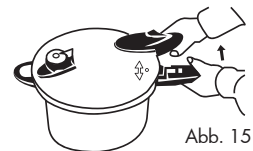

Abb. 15
b) Den oberen Griff gegen den Uhrzeigersinn drehen (Abb. 15).